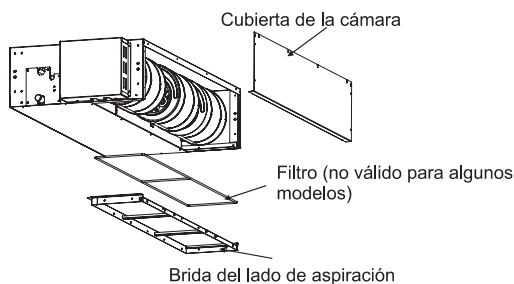

Fig. 3.1.3
- (2) Vuelva a colocar la cubierta de la cámara desmontada en la orientación mostrada en la Fig. 3.1.3, vuelva a colocar la brida del lado de admisión desmontada en la orientación mostrada en la Fig. 3.1.3.